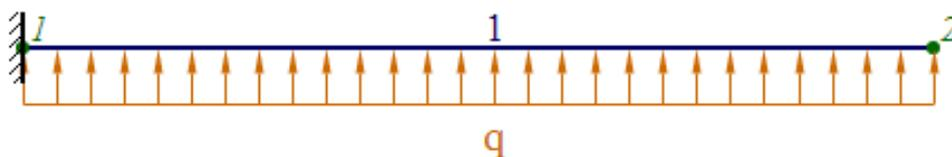

Рисунок 1 – Схема к заданию 4
4. Дана балка с опорой в виде жесткой заделки (рисунок 1). К балке приложена равномерно-распределенная нагрузка $q = 8$, кН/м. Длина балки $l_{12} = 4$ м. Определить числовые значения реакций, возникающих в жесткой заделке.